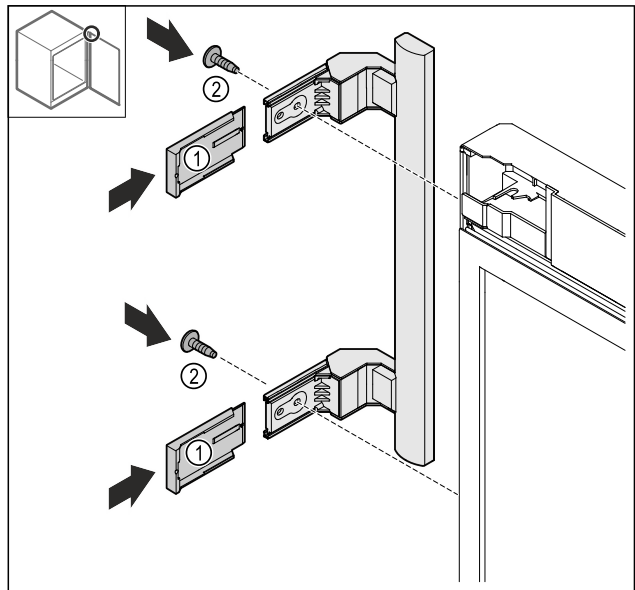

Fig. 25
- Нахлузете капците Fig. 25 (1).